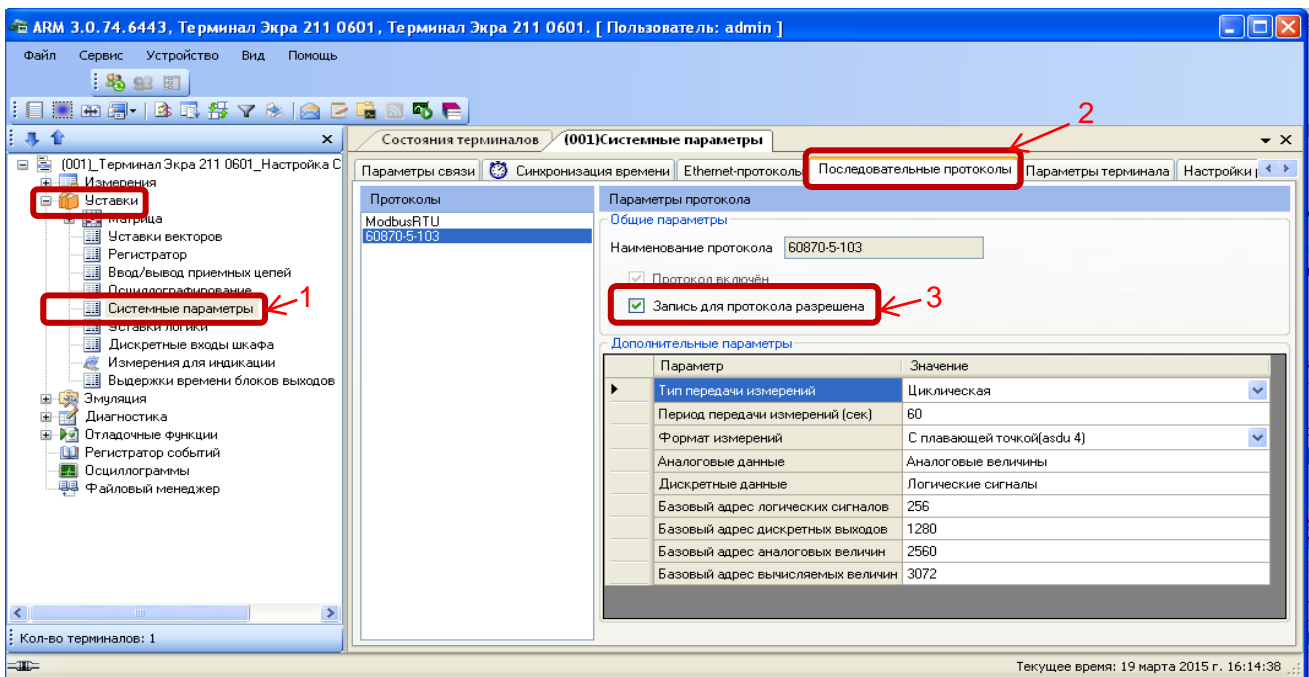

Рисунок 1 – Настройка протокола передачи данных **МЭК 60870-5-103**
2.1.1 В «дереве» проекта ПО **АРМ-релейщика** выбрать раздел **Уставки** → **Системные параметры** и открыть окно, дважды щёлкнув мышкой на соответствующем пункте в «дереве» проекта (см. рисунок 1, обозначение 1).
2.1.2 Выбрать вкладку **Последовательные протоколы** (см. рисунок 1, обозначение 2).
2.2.3 На вкладке **Последовательные протоколы** для протокола **МЭК 60870-5-103** установить флажок **Запись для протокола разрешена** (см. рисунок 1, обозначение 3).